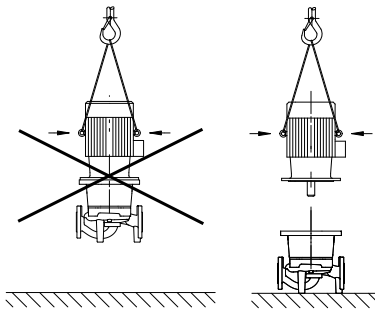

Fig. 20: Preprava motora
- Závesné oká na motore používajte len na nosenie tiaže motora a nie na nosenie celého čerpadla (Fig. 20).